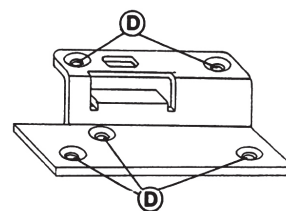

Bild 7
- 3 Märk ut hålen för de fem skruvarna och förborra med 3 mm borr ca 35-40 mm djupt. Skruva fast slutblecket med de medföljande skruvarna D (se bild nästa sida) enligt bild 7.